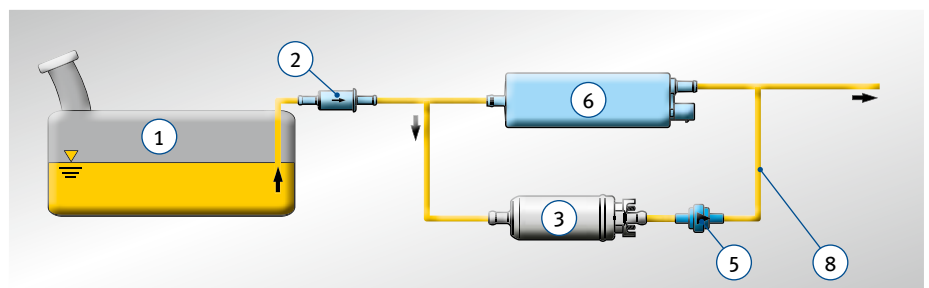

Abb. 5: Einbau der E1F parallel zu einer vorhandenen Kraftstoffpumpe
Abb. 5: Eine E1F parallel zu einer vorhandenen mechanischen oder elektrischen Kraftstoffpumpe erhöht den Volumenstrom. Die vorhandene Kraftstoffpumpe (6) muss mit einer Bypassleitung (8) umgangen werden.